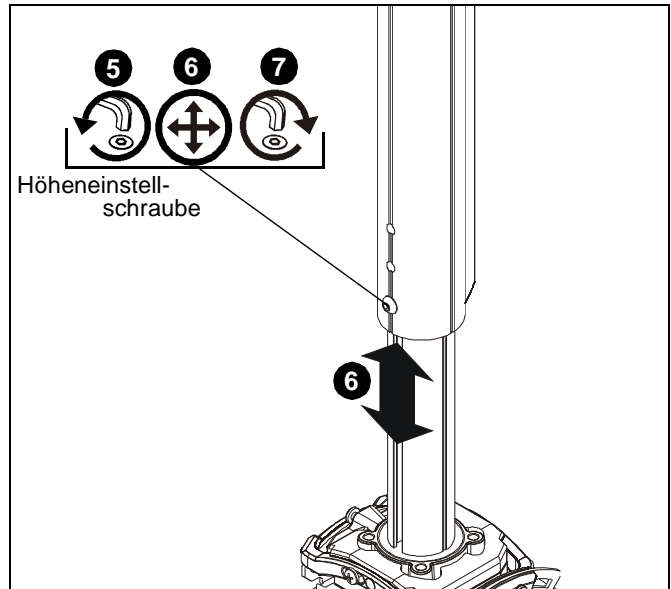

Abb. 2
5. Lockern Sie die Höheneinstellschraube. (See Figure 2)
6. Stellen Sie die Höhe wunschgemäß ein, wobei Sie die Projektorhalterung festhalten müssen. (See Figure 2)
7. Ziehen Sie die Höheneinstellschraube fest. (See Figure 2)